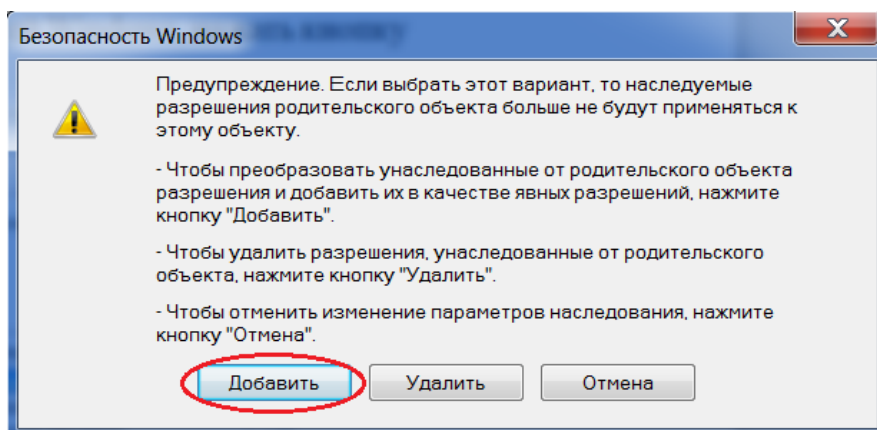

Рисунок A11.
5.8 Откроется окно «Безопасность Windows» с текстом «Если выбрать этот вариант, то наследуемые разрешения объекта,...», нажать кнопку «Добавить» (см. рисунок A11).